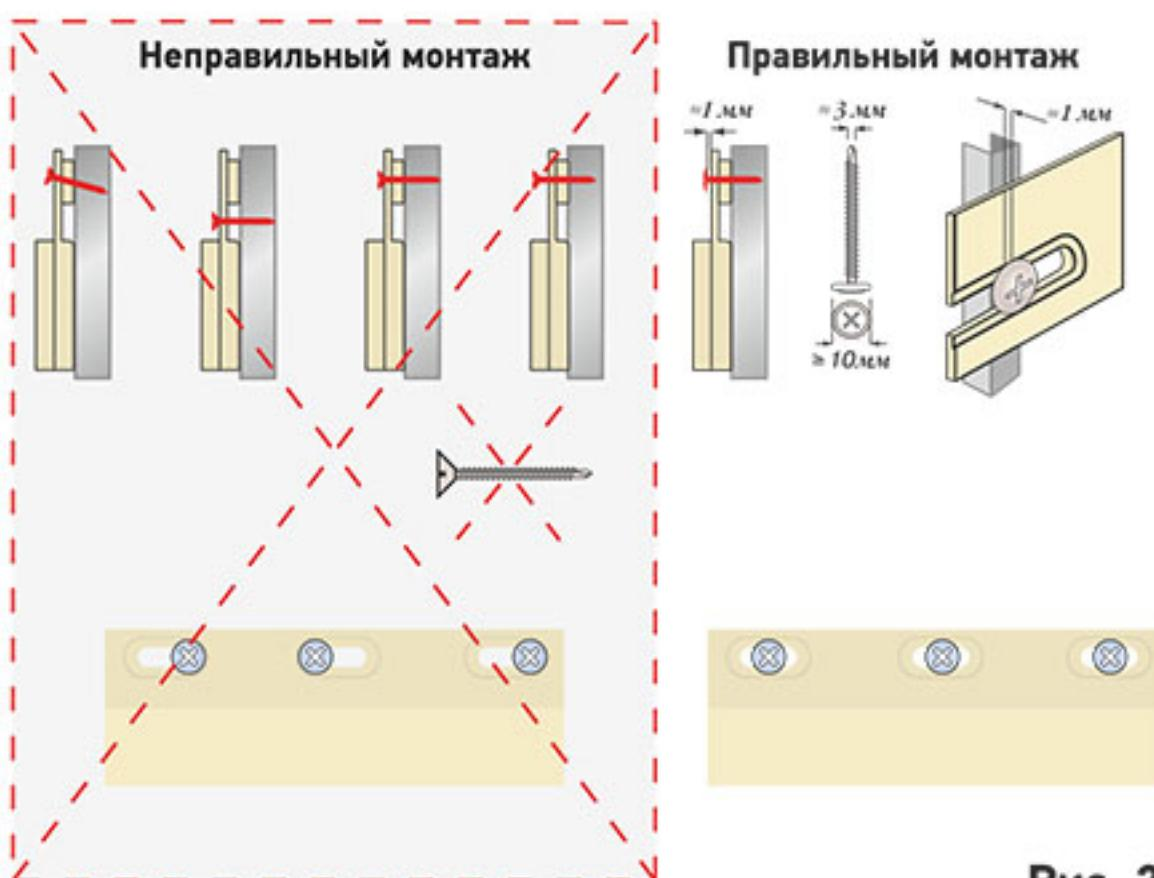

Рис. 2
- Закрепите фасадный J-профиль по аналогии с монтажом всех используемых элементов системы (Рис. 2). Для того, чтобы завести панель в универсальный J-профиль, его достаточно отогнуть.
- Установите нижнюю часть панели на стартовый профиль и закрепите её саморезами в гвоздевых отверстиях, руководствуясь рекомендациями (Рис. 2). Следующая панель устанавливается на стартовый профиль аналогично первой и заводится в первую панель до касания стермокомпенсаторами.
- Закрепите вторую панель на обрешётке, руководствуясь рекомендациями (Рис. 2). Последующие панели устанавливаются аналогично.